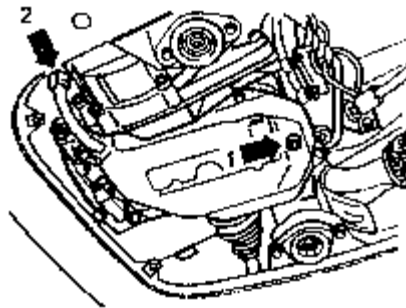

图 7-44 更换密封圈和防松盖
- (3) 在液位密封塞上安装新的密封圈并且拧紧至 $15\text{N} \cdot \text{m}$ 。
- (4) 把密封塞装入加注管并且用一个新的防松盖锁定，如图 7-44 所示。